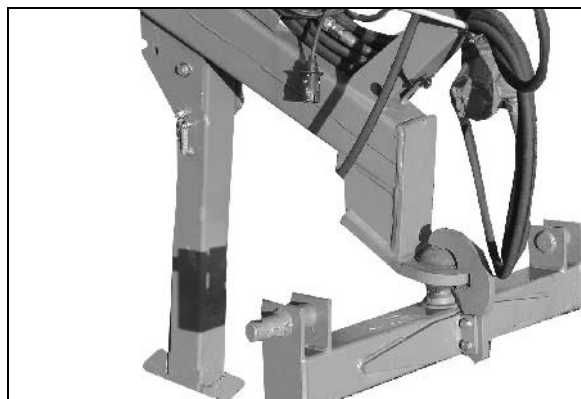

Рис. 47
- Опорная стойка опускается (Рис. 47) на отсоединенной машине.